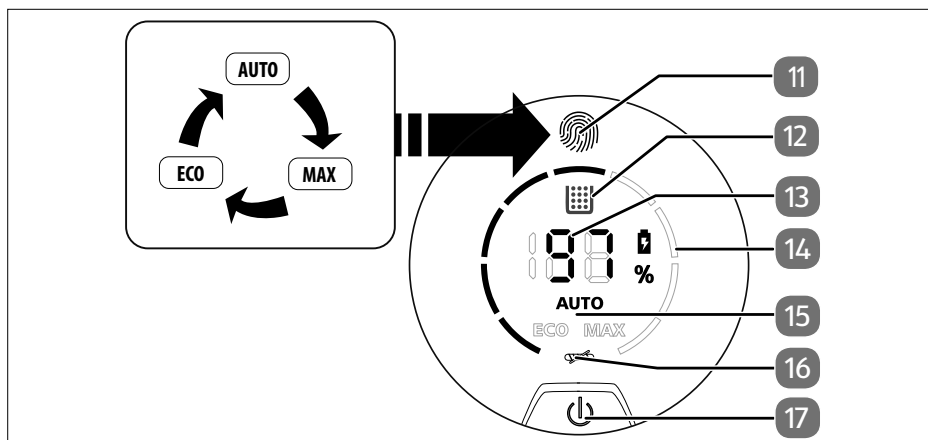

Fig. 2
- ▶ Toque el panel de control para ajustar el modo de funcionamiento **AUTO/ MAX** o **ECO** (15). La potencia del motor correspondiente se muestra en el panel de visualización (véase la fig. 2).